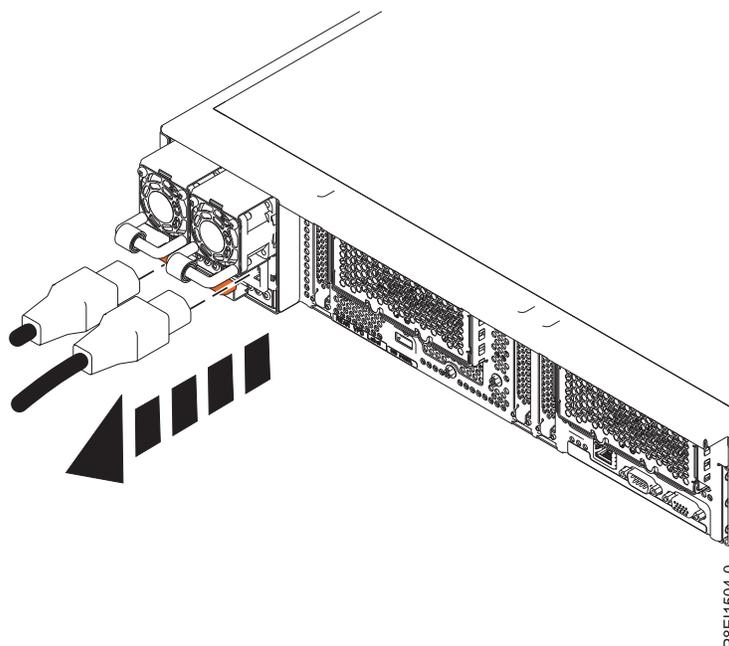

図 75. 電源装置からの電源コードの切り離し
- a. 電源コードにラベルを貼ったら、面ファスナーを外して、電源コードを電源装置のハンドルから解放します。図 75 を参照してください。